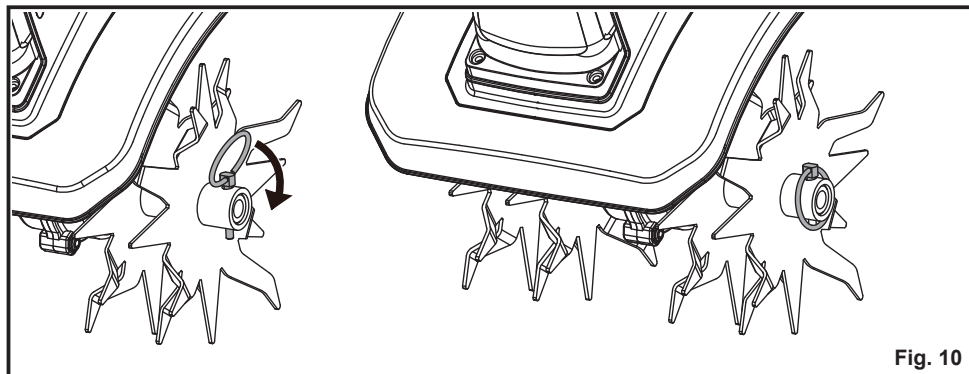

Fig. 10
3. Inserte el pasador de bloqueo en los orificios alineados y gire el anillo hacia abajo para bloquear el pasador. Compruebe que la cuchilla de púas está fijada (Fig. 10).